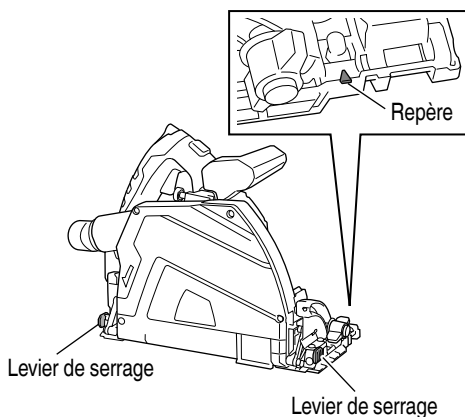

Fig. 20
4. Scier avec un guide latéral (vendu séparément) (Fig. 20)